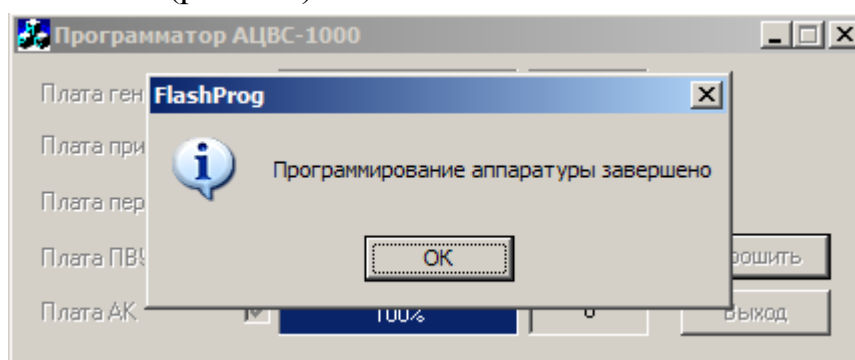

Рис.4.47 Окончание процесса программирования
16. При завершении программирования появится окно с сообщением об успешном окончании (рис.4.47).